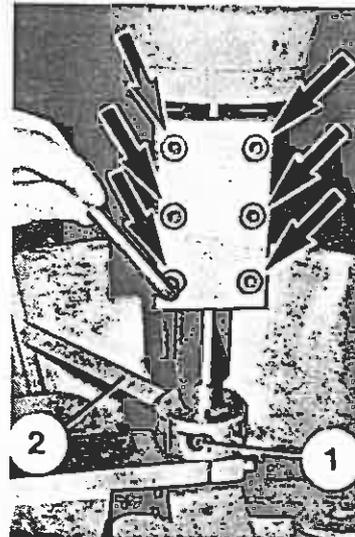

Bild 109
1. Befestigungsschrauben (Bild 109/Pfeile) des Klemmstücks lösen, bis sich das Klemmstück so weit nach unten schieben läßt, daß die Verbindungsstelle sichtbar ist.
2. Klemmschraube (Bild 109/1) lösen, Schaber (Bild 109/2) entsprechend versetzen und Schnecke vorsichtig aus dem Trichter herausnehmen.
Schaber wie in Bild 109 plazieren und festschrauben.